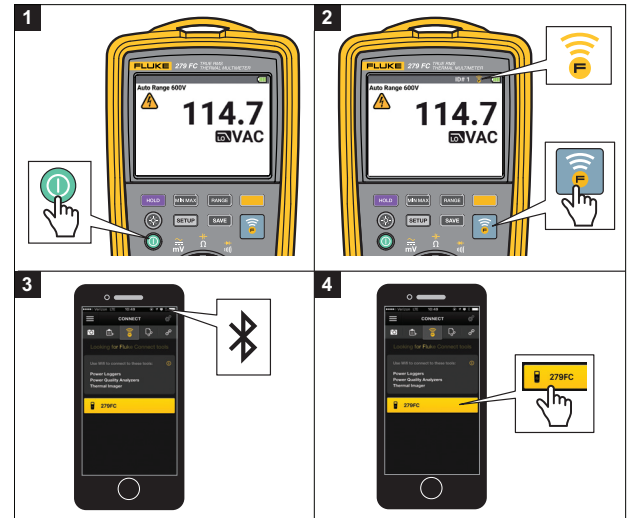

Figure 1. Fluke Connect™
1. Mettre le multimètre sous tension. Voir la Figure 1.